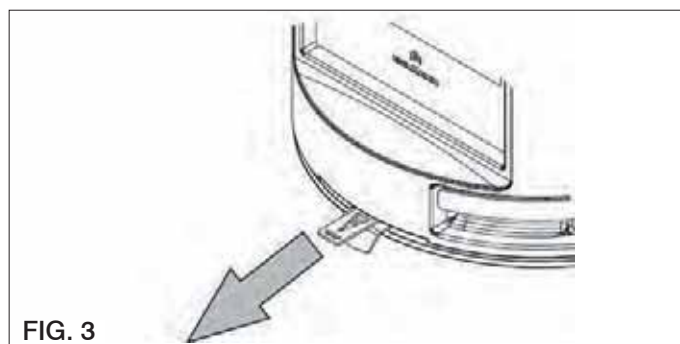

FIG. 3
### - Posición "Encendido"/potencia máx. (fig. 3)
2. Colocar la palanca de regulación de la válvula del aire en la posición de "apertura total" (fig 3 pág 24). El aire para la combustión llegará de forma intensiva a la leña en el hogar, para alcanzar rápidamente una buena combustión.